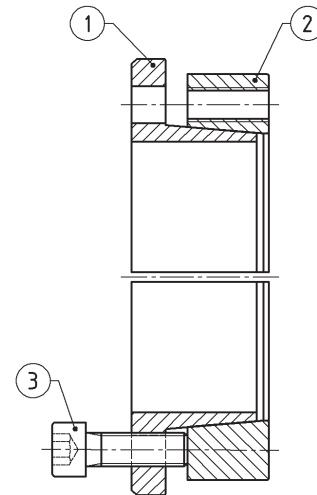

Figura 2
(Favor de referirse a la Figura 2)
2. Afloje todos los tornillos de bloqueo con un mínimo de cuatro (4) giros y transfiera por los menos dos (2) tornillos a las roscas de empuje en el collar de la abrazadera del Punto 1 para desconectar esta parte del collar central (Punto 3). De manera similar, transfiera por lo menos dos (2) tornillos a las roscas de empuje en el collar del centro del Punto 3 para desconectar esta parte del collar de la abrazadera, Punto 2 (ver Figura 2).